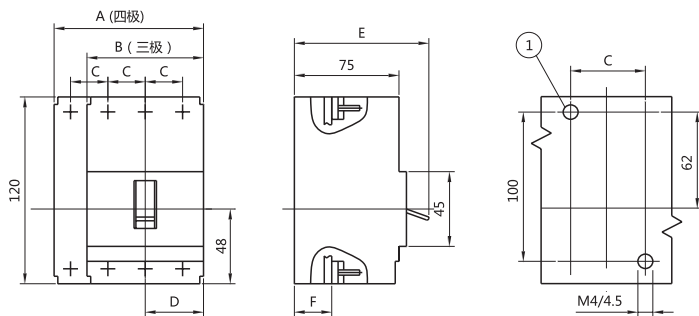

图4
6.1.1 固定式安装板前接线断路器的外形及安装尺寸见图4。